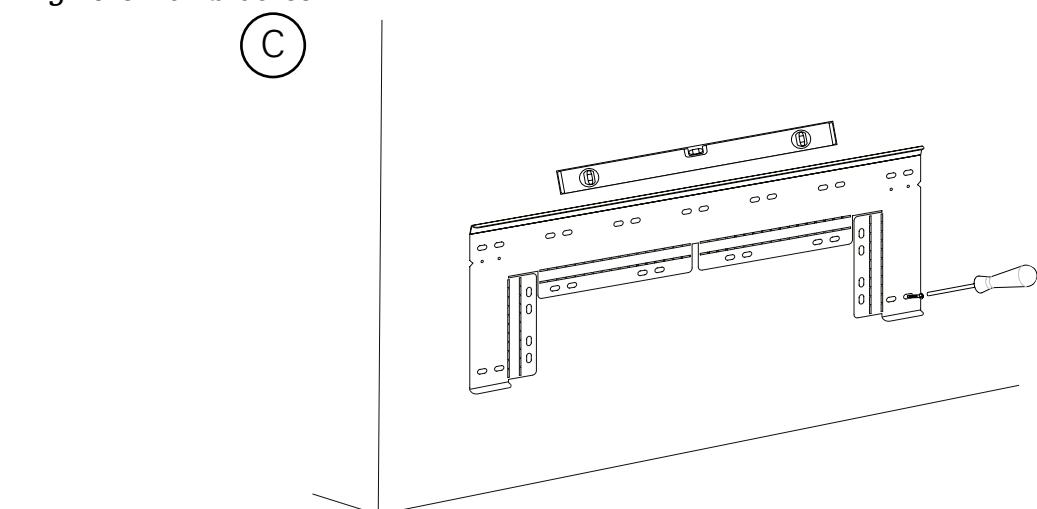

Fig. 3: Mounting wall bracket
- Montera väggfästet stadigt på väggen med skruvar i de ovala hålen (minst 2x). Det är viktigt att väggfästet monteras rakt. På väggfästet finns guidehål som kan användas för att markera ut var fästet ska sättas för att hamna 10 cm ovanför golvet. Se Fig. 3.